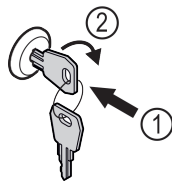

Fig. 114
- ▶ Zatlačte kľúč Fig. 114 (1).
- ▶ Otočte kľúč o 90° v smere hodinových ručičiek Fig. 114 (2).